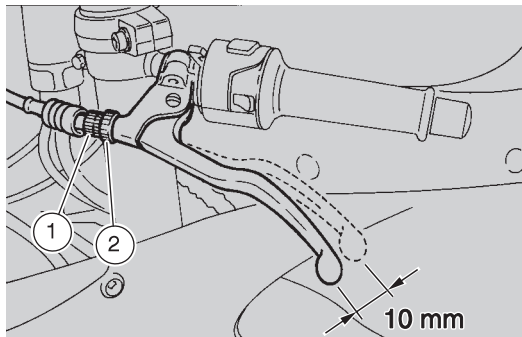

Fig. 19
Les réglages moins importants peuvent être faits à l'aide du dispositif de réglage (1-Fig.19):
- desserrer le contre-écrou (2-Fig. 19);
- visser le dispositif de réglage (1-Fig.19) jusqu'à ce que la course à vide à l'extrémité du levier de l'embrayage soit d'environ **10 mm** (voir Fig. 19).
- Serrer le contre-écrou (2-Fig. 19) et contrôler le réglage.
- desserrer le contre-écrou (2-Fig. 19) et visser complètement le dispositif de réglage (1-Fig. 19);
- serrer le contre-écrou (2-Fig. 19);